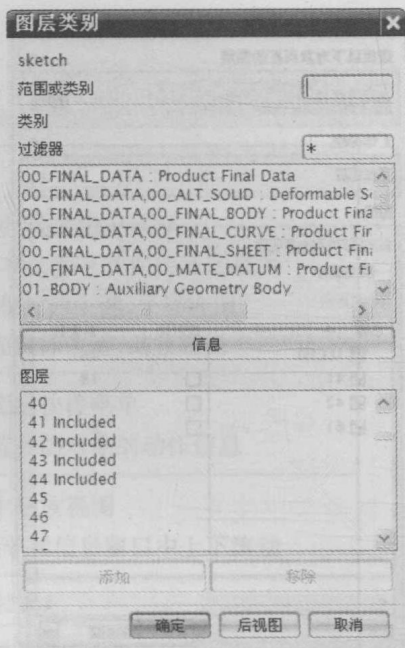

图 1.8 Sketch 的图层类别的创建
②在该对话框“类别”文本框中设定新建图层类别为 Sketch,然后单击“创建/编辑”按钮,打开如图 1.8 所示对话框,在对话框中选择 41 ~ 44 图层,然后单击“添加”按钮将选择图层添加到新建图层里。
③单击“确定”按钮完成新建图层类别所包含的图层设定,再单击“确定”按钮关闭“图层类别”对话框,完成图层类别的创建。